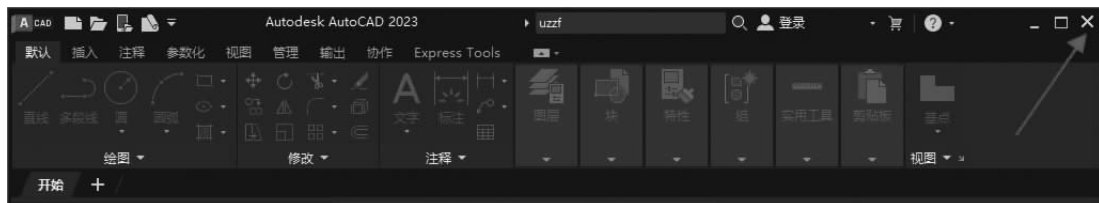

图 1-6 单击“关闭”按钮
(1) AutoCAD 2023 的启动。在 Windows 操作系统下, 启动 AutoCAD 2023 的方法有以下几种。
①从“开始”菜单启动: 执行“开始”→“所有程序”→“Autodesk”→“AutoCAD 2023”命令。
②在“运行”中启动: 在“运行”文本框中输入 AutoCAD 2023 启动文件 acad.exe 的完整路径并执行。
③通过桌面快捷方式启动: 双击桌面上的 AutoCAD 2023 快捷图标。
④直接从安装文件夹启动: 打开安装文件夹, 双击 AutoCAD 2023 的启动文件。
(2) AutoCAD 2023 的退出。在 Windows 操作系统下, 退出 AutoCAD 2023 的方法有以下几种。
①单击“关闭”按钮,如图 1-6 所示。